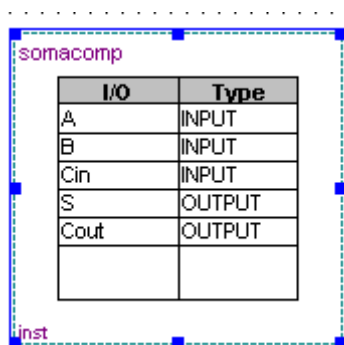

Figura 3.19 Bloco no editor esquemático com as propriedades especificadas .
7. Quando terminar de nomear todas as entradas e saídas clicar em “OK”, então aparecerá o bloco com as propriedades especificadas como mostra a Figura 3.19.